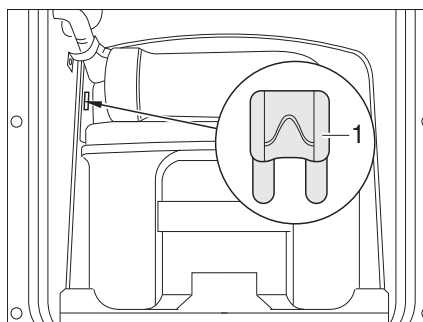
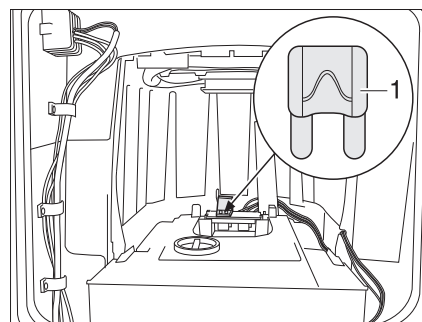

Fig. 158 Fusible des toilettes Thetford
Fig. 159 Fusible des toilettes Thetford (alternative)
- Changer le fusible (Fig. 158,1 ou Fig. 159,1).